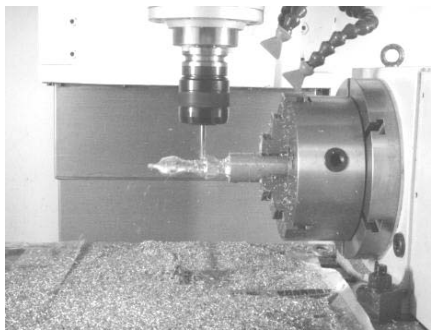

图 9-4 立式机床四轴加工及产品
1) 四轴联动加工：指在四轴机床（比较常见的机床运动轴配置是 X、Y、Z、A 四轴）上进行四根运动轴同时联合运动的一种加工形式。四轴加工能完成图 9-4 所示零件以及类似零件的加工。